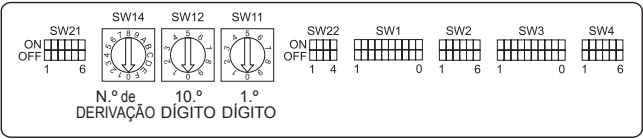

Fig. 4-9
4.5. Definição dos endereços (Fig. 4-9)
- ① Como definir endereços
- ② Como definir números de derivação SW14 (apenas para a Série R2)